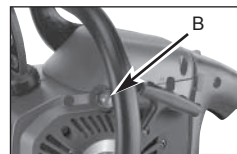

Fig. 9C
3. Druk 10 maal op de ontstekingsknop (B). (Fig. 9C)